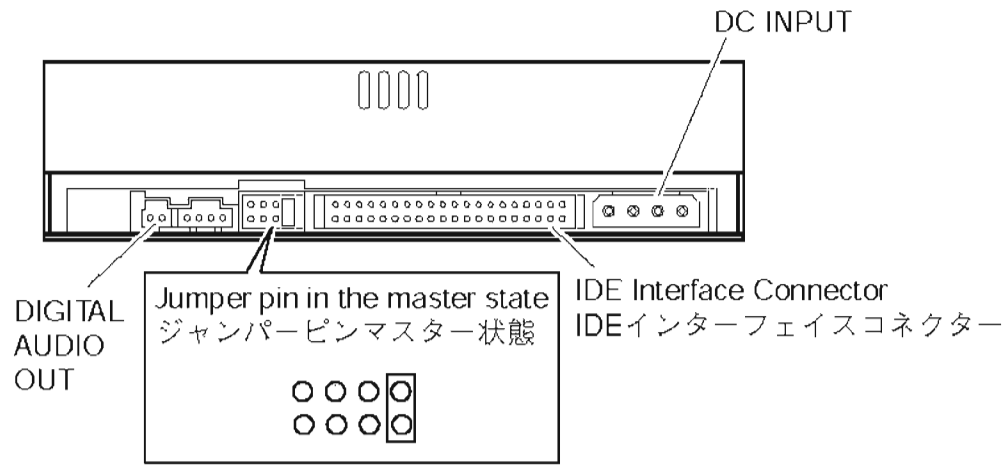

Fig. 11
- a. Set the plastic shunt of the new CD-R/RW drive to the master position. (Fig. 11)
- a. 新しいCD-R/RWドライブのショートピンを、マスターの位置に差し込みなおします。(Fig. 11)